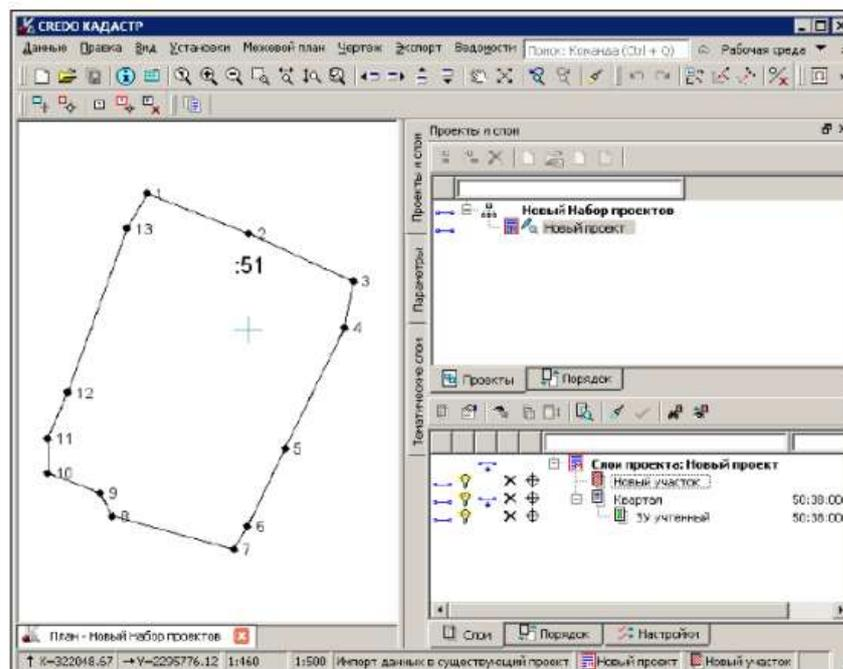

Рисунок 29– Окно параметров
7. Для отображения данных на экране выберите команду **Вид/Показать/Все** *<Ctrl+0>*. В результате в графическом окне отобразится импортированный участок из КВ (рис. 29).